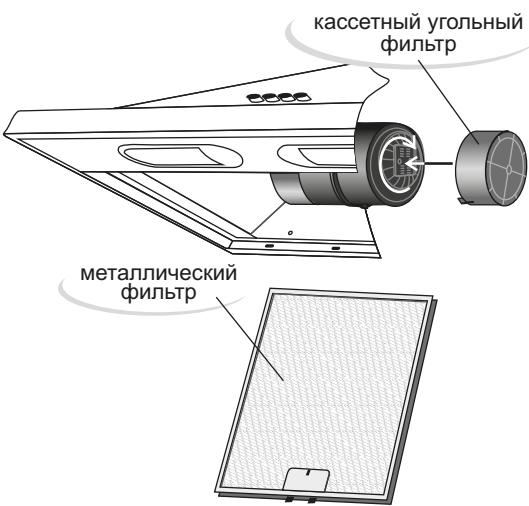
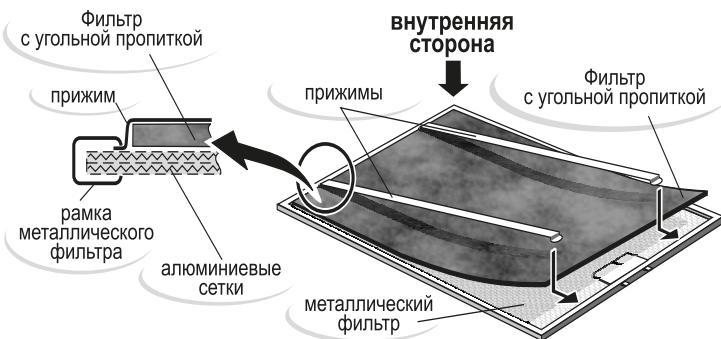

Рис. 3
Рис. 4
5.2 С помощью угольных фильтров (рекомендуется устанавливать на воздухоочистители, работающие в циркуляционном режиме) всасываемый воздух, дополнительно очищается частицами активированного угля. На воздухоочистителе могут быть установлены (согласно таблице 3) кассетные угольные фильтры (рис.3), либо фильтры с угольной пропиткой (рис.4). Угольные фильтры не подлежат регенерации и должны заменяться примерно каждые шесть месяцев (в зависимости от интенсивности эксплуатации). Для установки кассетного угольного фильтра оденьте его на фиксирующие элементы в центре вентилятора и поверните по часовой стрелке до упора (рис. 3). Демонтаж фильтра производится в обратном порядке.